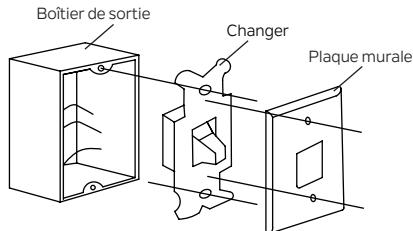

Fig. 17
**Étape 1.** Retirez la plaque murale existante et l'ancien interrupteur de la boîte de sortie murale. Débranchez les fils. (Fig. 17)